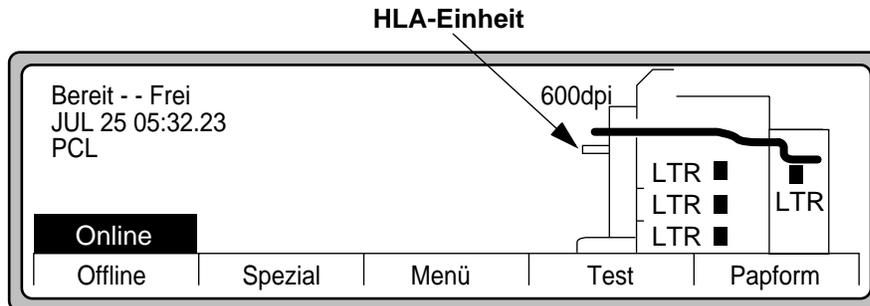

Abbildung 4-35 Hauptmenü mit Ausgabe an HLA-Einheit mit Druckbild nach oben
6. Im Hauptmenü wird die HLA-Einheit als Papierausgabefach angezeigt. Siehe Abbildung 4-35.